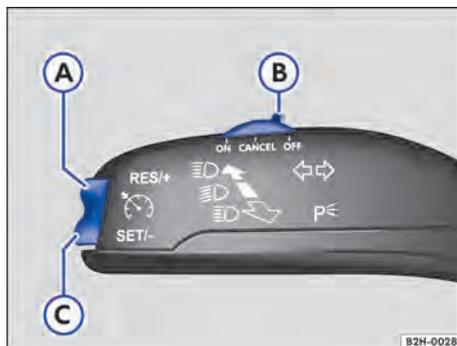

Fig. 104 À esquerda na coluna de direção: interruptores e botões do GRA.
1. Empurrar o interruptor → Fig. 104 (B) para a posição **ON**.
1. Durante a condução, pressionar o botão **SET/RES** → Fig. 104 (C).
→ Fig. 104 **A** brevemente.
→ Fig. 104 **C** brevemente.
1. Empurrar o interruptor → Fig. 104 **B** para a posição **CANCEL**.
1. Pressionar o botão **RES/+** → Fig. 104 **A**.
1. Empurrar o interruptor → Fig. 104 **B** para a posição **OFF**.